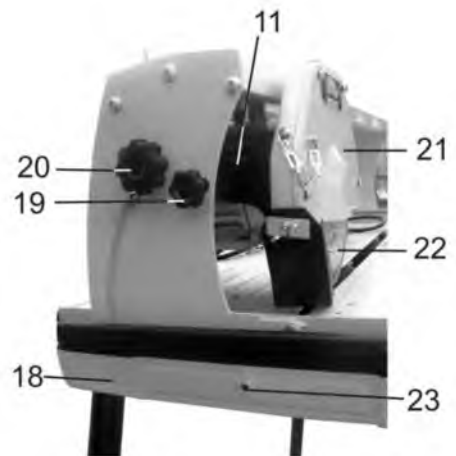

Рис.3
8.1. При транспортировке, перемещении и обслуживании переместите двигатель (11) в крайнее положение за ручку плиткореза (10) и закрепите винтом фиксации (19), как показано на Рис.3.
12.2. Снимите защитный кожух (21), Рис.3.
12.4. Установите и зафиксируйте новый отрезной диск (22); установите и закрепите защитный кожух (21), Рис.3.